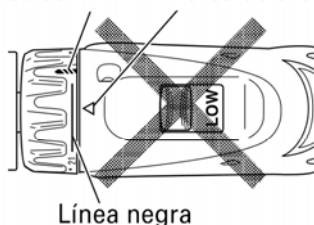

Fig. 10
- Evite usar la unidad con el número del dial del embrague entre "21" y la línea provista en el medio de la marca del taladro "▲". Si lo hiciese, se podrían producir daños (Consulte la Fig. 10).